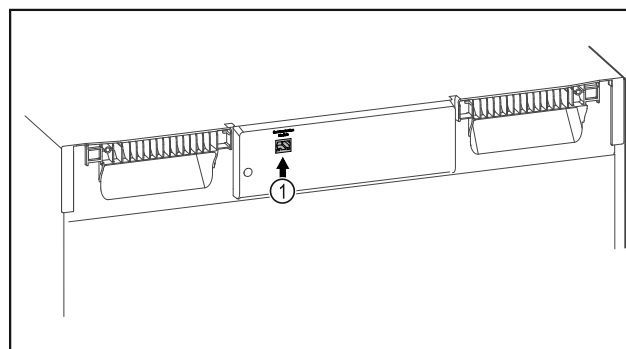

Fig. 142
- SmartModule Fig. 142 (1) inserito.